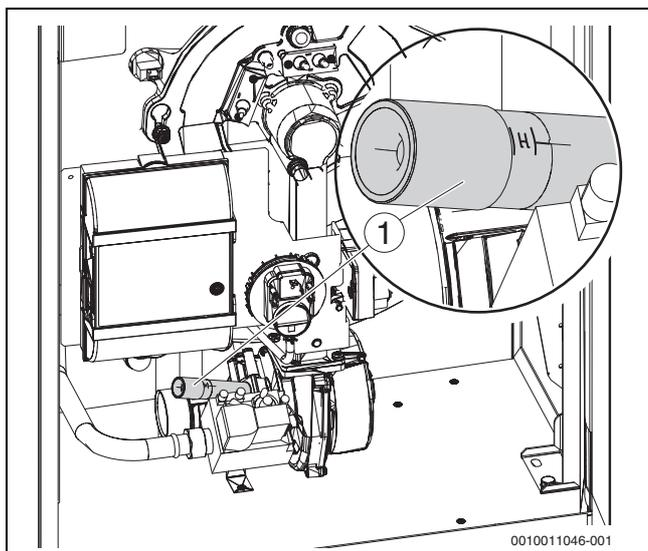

Fig. 19 Valvola del gas, adattatore del gas L/H
- ▶ Impostare l'adattatore del gas L/H (→fig. 19 [1]) sul tipo di gas presente.